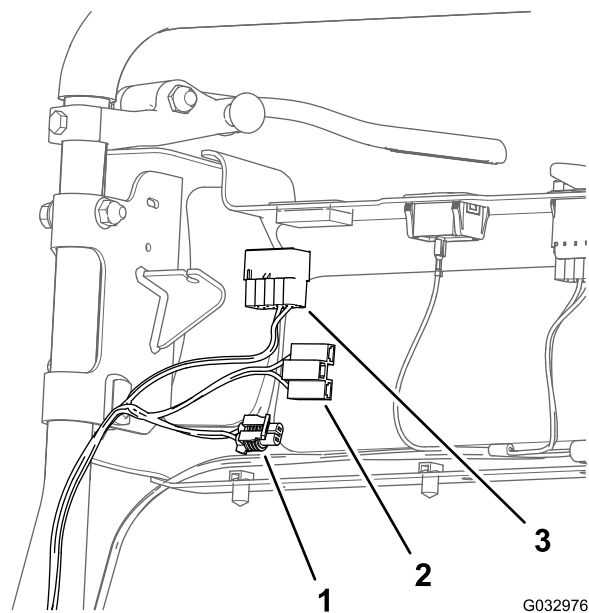
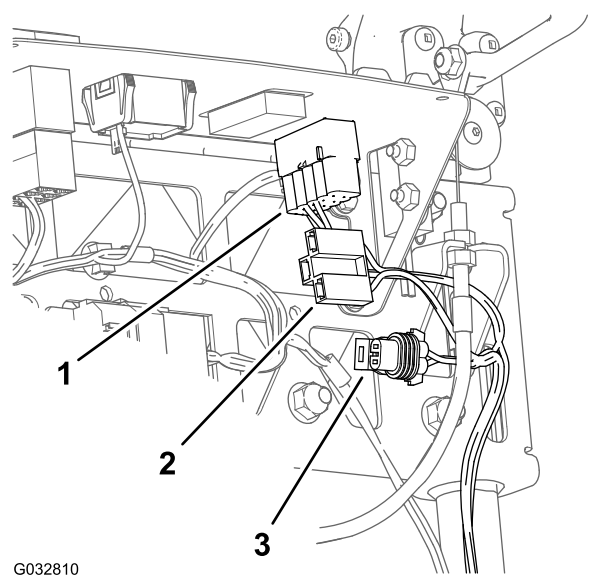

图13
图14
- 安装可选**无线小时表套件**时使用 3 插槽接头（图13和 图14）。
- 安装可选 **LED 灯组件**时使用 2 插槽接头灯线束互连（图13 和 图14）